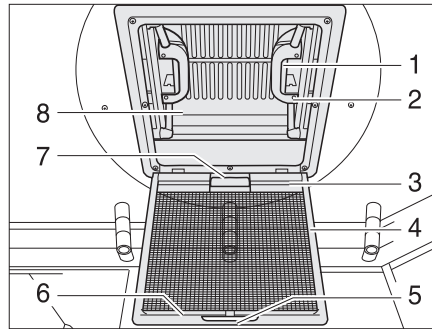

Bild 41 Dachhaube mit Schnappverschluss
- Am Griff (Bild 41,5) ziehen.
- Insektenschutz (Bild 41,4) nach unten klappen.
- Schnappverschluss (Bild 41,1) zur Innenseite der Dachhaube (Bild 41,8) drücken. Gleichzeitig mit dem Griff (Bild 41,2) die Dachhaube nach oben drücken.
- Insektenschutz (Bild 41,4) nach oben schwenken, bis er einrastet.
- An beiden Griffen (Bild 41,2) die Dachhaube (Bild 41,8) kräftig nach unten ziehen, bis beide Schnappverschlüsse (Bild 41,1) eingerastet sind.
- Verdunklungsrollo am Griff (Bild 41,7) ziehen und Hakenleiste (Bild 41,3) in die Halteleiste (Bild 41,6) am Insektenschutz einhängen.
- Hakenleiste (Bild 41,3) von der Halteleiste (Bild 41,6) lösen und Verdunklungsrollo langsam zurückführen.